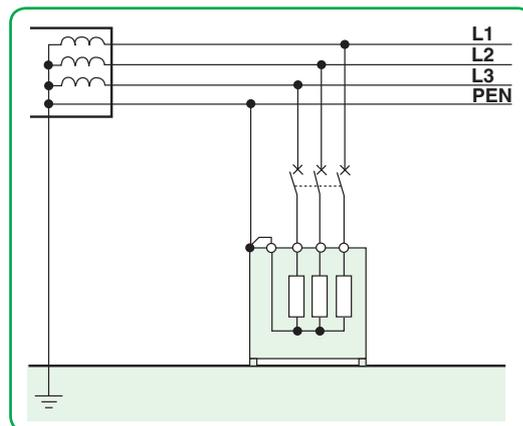

Fig. 2.10. Esquema TN-C.
**Esquema TN-C:** el conductor de neutro y el de protección PE son el mismo conductor (**fig. 2.10**).